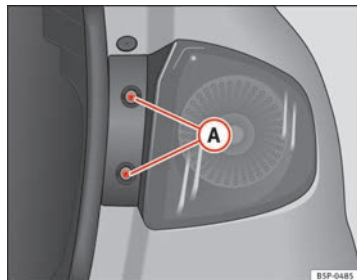

Abb. 189 Standlicht /
- Drehen Sie die Schrauben ⇒ Abb. 189 **A** heraus.